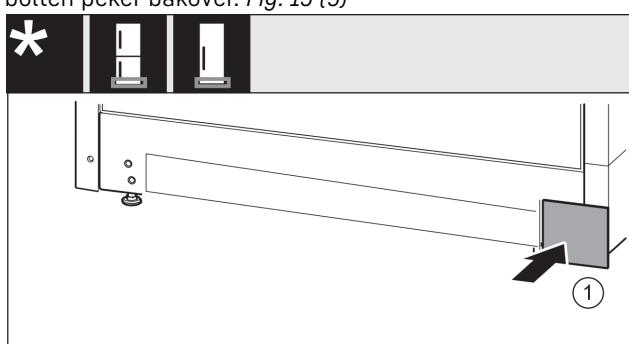

Fig. 14
- Sett på dekselet på den andre siden igjen. Fig. 14 (1)